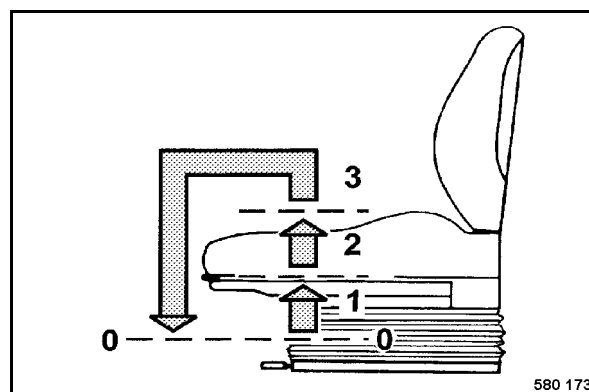

Fig. 73
- Soulever le siège (Fig. 73) pour régler la hauteur et le laisser encranter dans la position désirée.